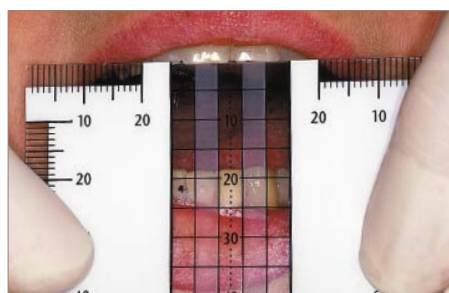

Abb. 3: Weitere Mundöffnung (hier bei 22 mm), erhebliche Seitenabweichung nach rechts
- ▶ Abweichungen darüber hinaus (Abbildung 3) sind **erheblich**.